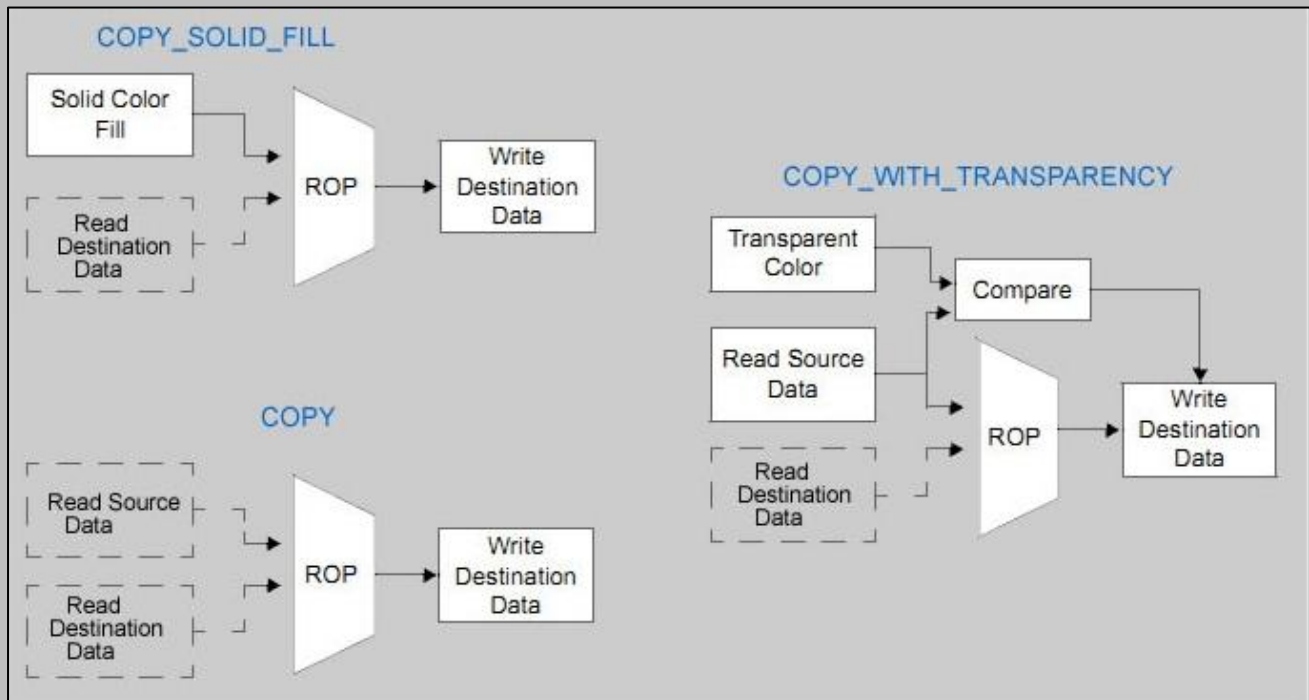

рисунок 21
- На **рисунок 21** показаны все три операции копирования.